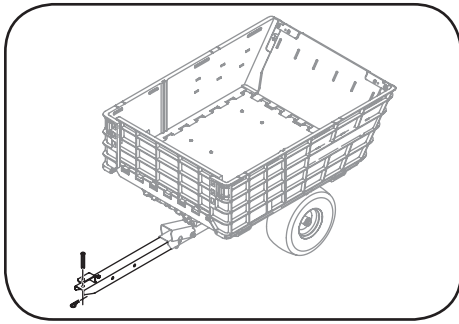

Figura 5-1
2. Con cuidado deslice el enganche de lengüeta en la ménsula de enganche que está en la parte trasera de su tractor y fíjelo en su lugar con el elemento de ferretería retirado en el paso 1. Vea la Figura 5-1.